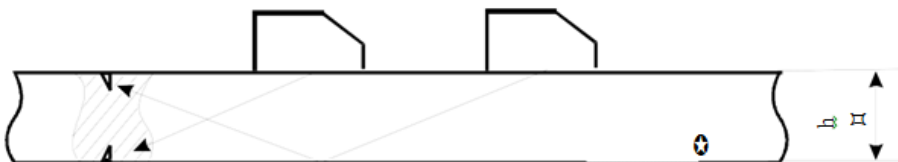
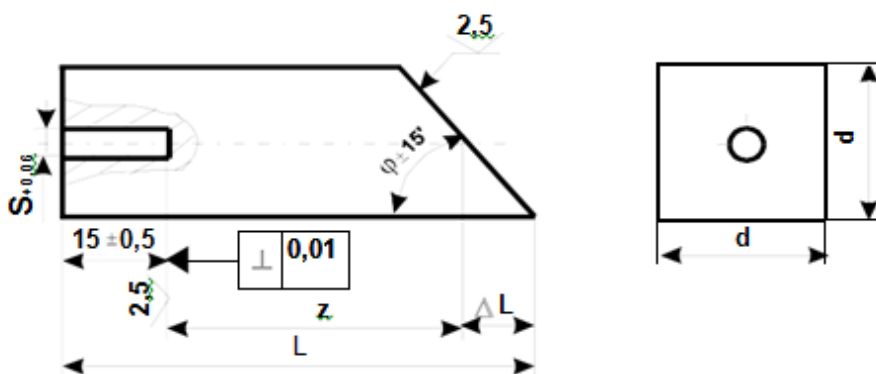
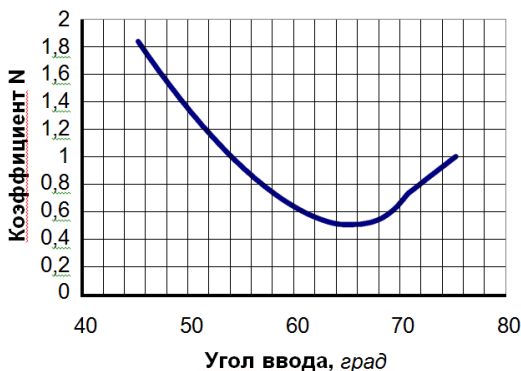

Рисунок 5.19 – Основные схемы получения опорных сигналов при настройке чувствительности
Рисунок 5.20 – СОП для контроля наклонным преобразователем:
Рисунок 5.27 – Коэффициент пересчета N , в зависимости от угла ввода
5.10.1 Настройку чувствительности проводят с целью обеспечения надежного выявления минимально фиксируемого дефекта во всем диапазоне глубин. При контроле наклонным ПЭП в качестве СОП для настройки чувствительности могут использоваться как образцы с зарубками (рис. 5.19), так и образцы с плоскодонными отверстиями (рис. 5.20).
5.10.4 Кривую ВРЧ строят по точкам - вершинам импульсов эхосигналов. Поэтому для построения кривой необходим набор образцов (СОПов) с одинаковым размером отражателей на разных глубинах – от минимальной до максимальной. Количество таких отражателей зависит от диапазона контролируемых глубин, влияния ближней зоны ПЭП, наличия затухания в изделии и т.д., но в любом случае это число не может быть меньше трех. Чертежи СОПов обычно имеются в методиках УЗК на конкретные типы изделий. В качестве отражателей наибольшее распространение в России нашли зарубки (рис. 5.19), особенно для толщин, не превышающих 20 мм (применяются только для наклонных ПЭП), и плоскодонные отверстия (рис. 5.20). Последние используются преимущественно для прямых (совмещенных и РС) ПЭП, хотя возможно применение их и для наклонных ПЭП. Можно использовать комбинированный образец
где $S_{зар}$ – площадь зарубки, а коэффициент пересчета N определяется по графику (рис. 5.27).
5.12.1 Возьмите образец с зарубками, как показано на Рисунок 5.19. Используя тарифовочную кривую (рис. 5.27) найдите эквивалентную площадь плоскодонного отверстия, соответствующую зарубке.